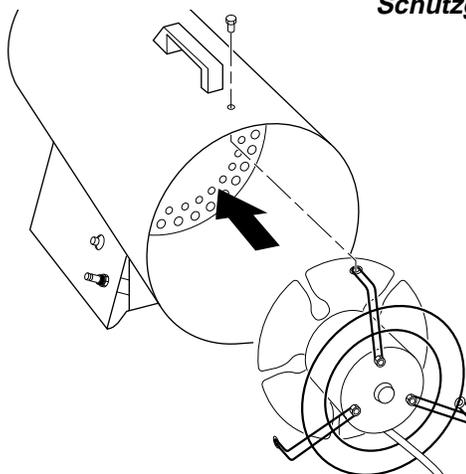

Abb. 9 - Wiedereinbau des Motors mit Ventilator-Schutzgitter in das Heizgerät
9. Motor und Ventilator-Schutzgitter in den hinteren Heizgerätgehäuseteil einbauen. Auf den richtigen Verlauf des Netzkabels achten (siehe Abb. 9).